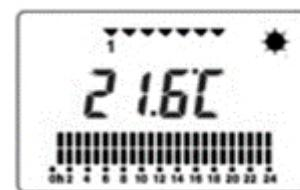

Abb. 17
3. Anschließend erscheint die Betriebsart kurz vor dem letzten Ausschalten (Standby (Abb. 15), manuell (Abb. 16) oder automatisch (Abb. 17)) sowie die ungefähre Umgebungstemperatur.
Wenn der Heizkörper im manuellen (Abb. 16) oder automatischen (Abb. 17) Betrieb eingeschaltet wird, ist das Gerät in Betrieb.